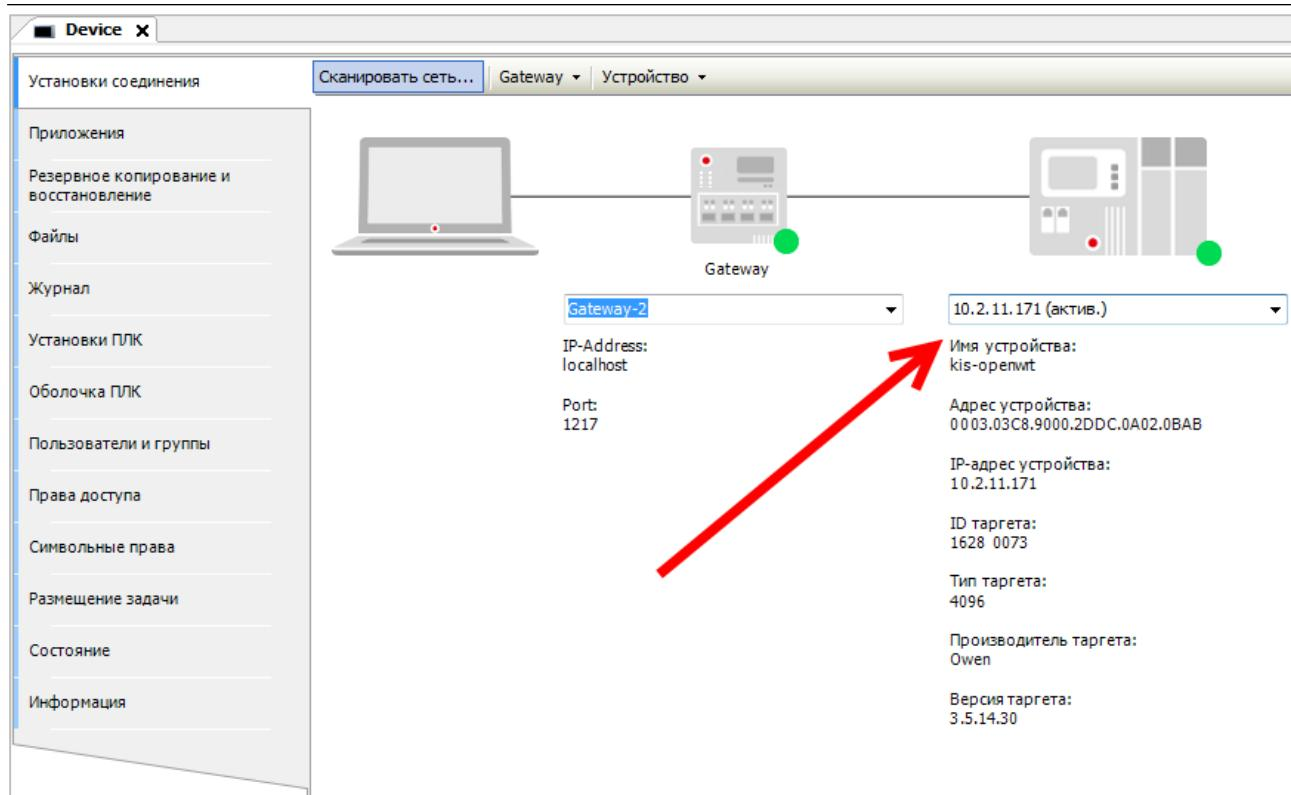

Рисунок 6.5 – Установка связи по IP-адресу
Контроллер может не определяться во время сканирования сети, если в сети, к которой он подключен, заблокированы широковещательные UDP-пакеты. В этом случае следует ввести IP-адрес контроллера вручную и нажать **Enter** для установки соединения (см. рис. 6.5).
- 11740 (TCP) – для подключения к ПЛК (для загрузки проектов и онлайн-мониторинга) без сканирования сети, напрямую по IP-адресу (см. рис. 6.5).